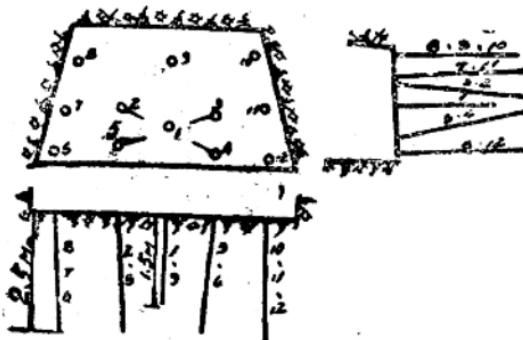

图 3 五星掏槽炮眼布置
3. 五星掏槽(图3)：适用于煤质特硬、巷道断面较大的情况。